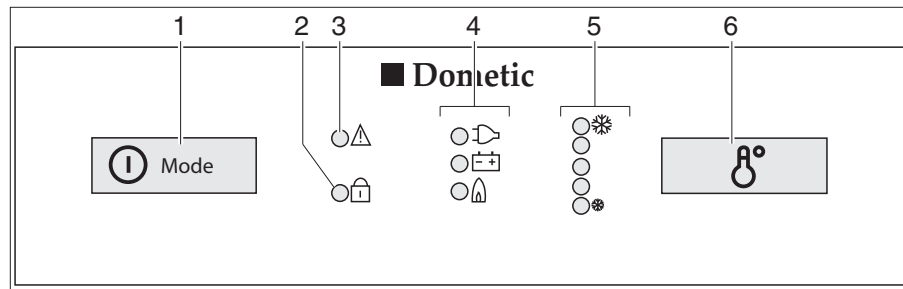

Bild 325 Bedienelemente für den Kühlschrank (Dometic 8er-Reihe mit MES)
- Den Einschalter/Energie-Wahlschalter (Bild 325,1) 2 Sekunden lang drücken, um das Gerät einzuschalten. Die LED der zuletzt gewählten Betriebsart leuchtet auf.
- Ggf. den Einschalter/Energie-Wahlschalter (Bild 325,1) mehrmals kurz drücken, bis die Betriebsanzeige Gas "🔥" aufleuchtet. Die Gaszufuhr ist geöffnet. Der Zündvorgang erfolgt automatisch. Ein tickendes Geräusch ist hörbar, bis der Zündvorgang erfolgreich abgeschlossen ist.
- Die Kühltemperatur mit dem Schalter für die Temperatureinstellung (Bild 325,6) einstellen.
- Ggf. den Einschalter/Energie-Wahlschalter (Bild 325,1) mehrmals kurz drücken, bis die Betriebsanzeige 230 V "⚡" aufleuchtet.
- Ggf. den Einschalter/Energie-Wahlschalter (Bild 325,1) mehrmals kurz drücken, bis die Betriebsanzeige 12 V "⊕" aufleuchtet.